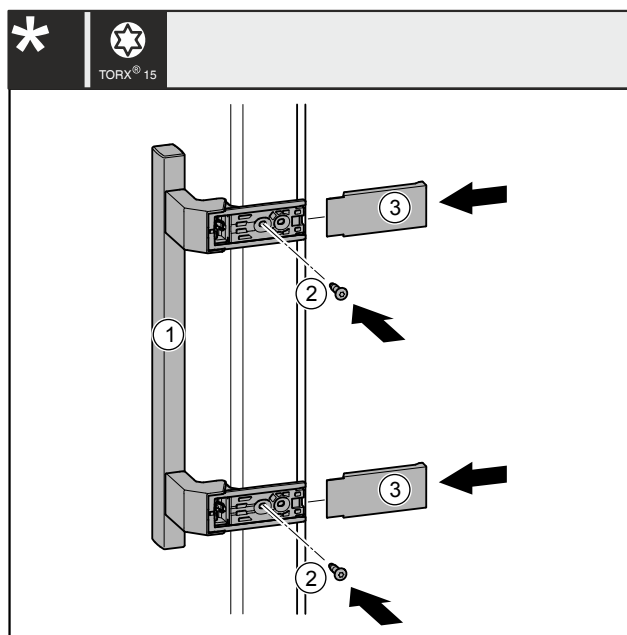

Fig. 42
- ▶ 将把手 Fig. 42 (1) 放到反面。
- ▶ 将螺钉 Fig. 42 (2) 用螺丝刀拧紧。
- ▶ 将盖板 Fig. 42 (3) 放置到侧面并插入，使其卡紧。